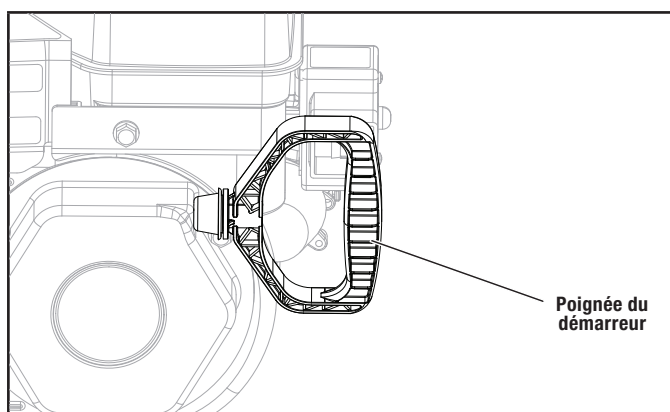

Figure 13C
6. Tenez-vous à l'arrière de la machine, du côté droit, et tirez légèrement sur la poignée du démarreur jusqu'à ce que vous sentiez une légère résistance, puis donnez un coup sec. Retournez doucement la poignée du démarreur. (figure 13C)